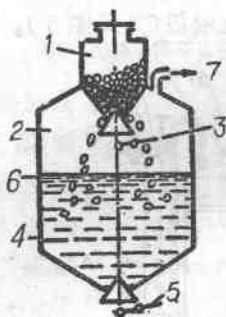
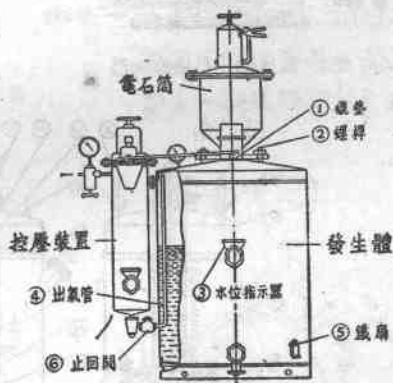

图1 “碳化钙入水”式乙炔发生器
图2 用小粒电石的中压乙炔发生器
(1)碳化钙入水式：碳化钙自料斗逐渐落入水中进行分解。其分解率较高，产生乙炔较干净，器内温度不高，但这种发生器构造复杂，熟石灰废料较多。乙炔发生站或灌充乙炔钢瓶的工厂大多采用这种发生器(见图1)。还有一种采用小粒电石的中压乙炔发生器(见图2)亦属于这一类。